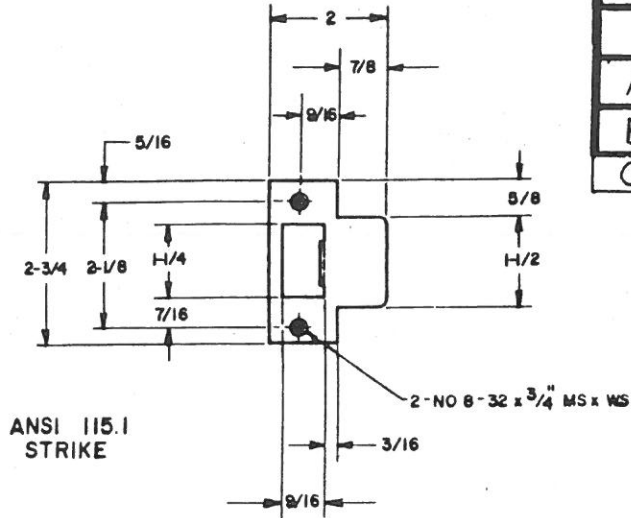

FIGURE 2
- 2). PREPARE FRAME FOR ANSI 115.1 STRIKE AS IN FIGURE 2. LOCATE STRIKE TO LINE UP WITH BOLT. INSTALL STRIKE.